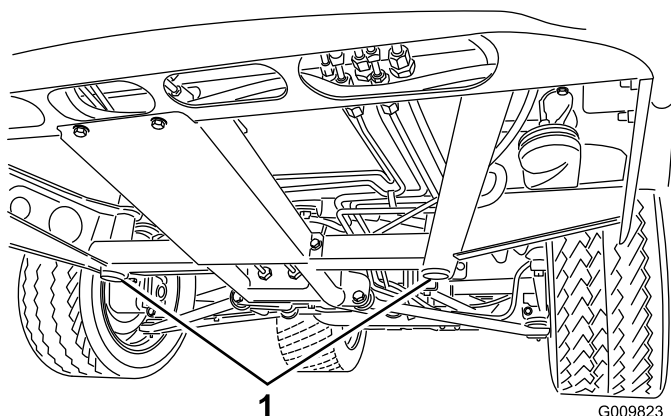
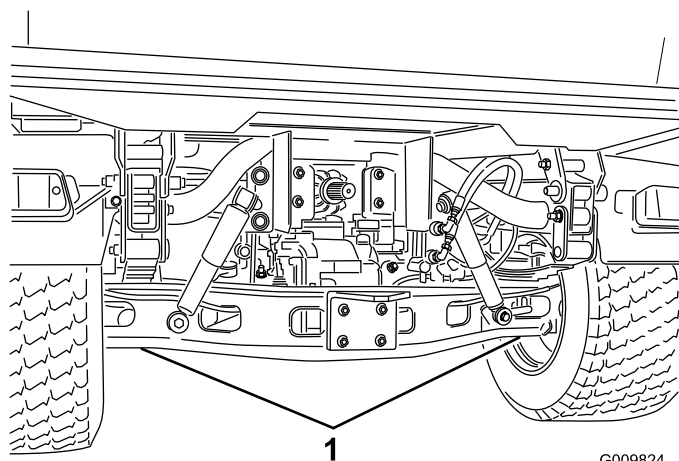

Рисунок 35
Рисунок 36
- Точка подъема на домкрате передней стороны автомобиля находится под передней средней рамной опорой (Рисунок 35), а сзади - под осью (Рисунок 36).